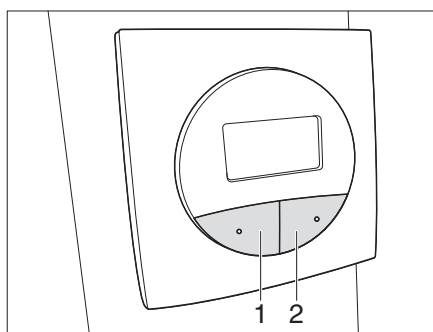

Fig. 41 Panneau antenne parabolique Teleco
- Appuyer **deux fois** sur la touche SAT (Fig. 41,2). L'antenne parabolique se déploie et recherche automatiquement le satellite sélectionné.
- Appuyer sur la touche PARK (Fig. 41,1). L'antenne parabolique est rentrée.